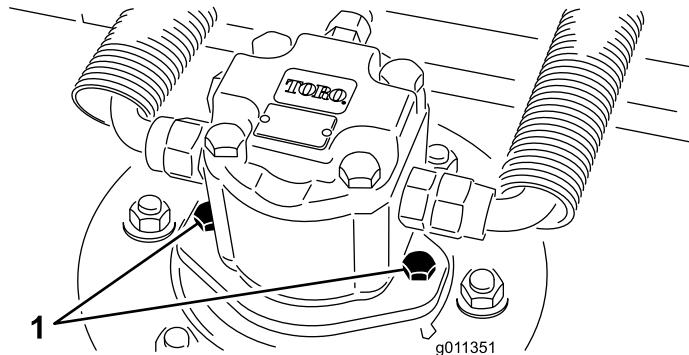

図 92
- デッキから油圧モータを外す図92。異物がつかないように、スピンドル上部にはカバーをかけておく。
4. デッキに油圧モータを取り付ける図92。Oリングを忘れずに、また、損傷させないよう注意して取り付ける。